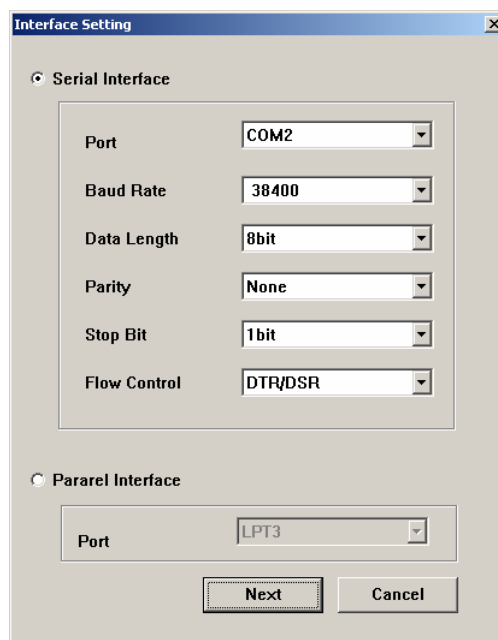

Рисунок 6 – Параметры утилиты.
- 2.10. В отобразившемся окне программы сконфигурируйте параметры (см. рис. 6) (в параметре «Port» необходимо указать COM-порт компьютера, к которому подключен принтер).